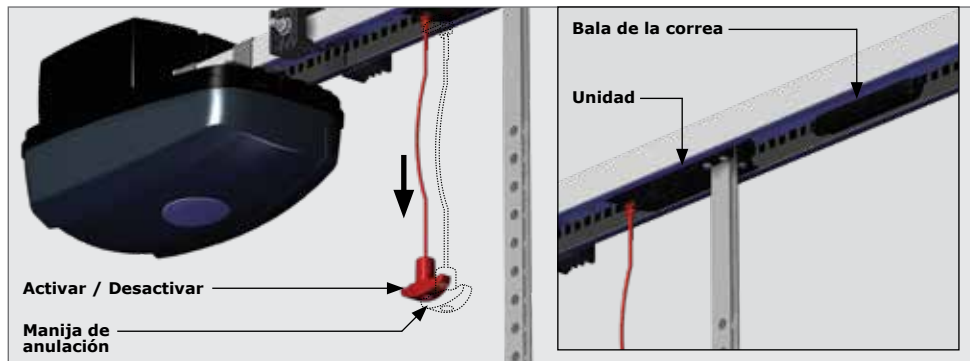

FIGURA 76
- PARA ACTIVAR: Tire de la manija de anulación hacia el marco de control hasta que escuche "clik" y mueva el accionamiento hasta que encaje con la bala de la correa, (Figura 76).